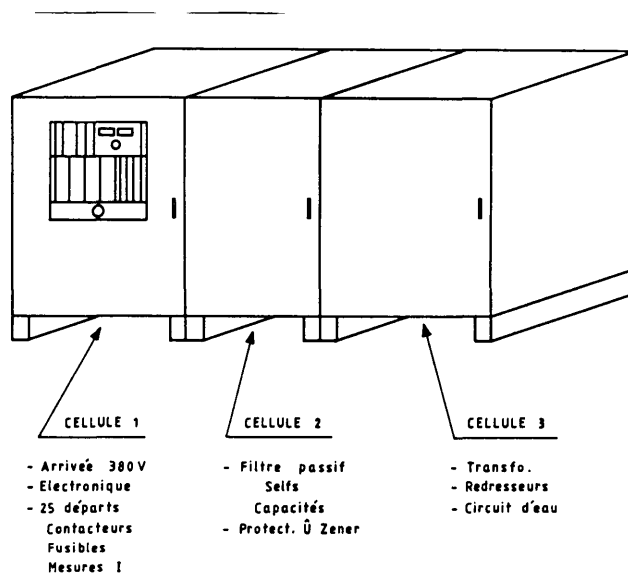

Fig.2 LAYOUT GENERAL
- Fig 2** - Layout général
La figure 2 montre une alimentation de puissance composée de ses 3 cellules.